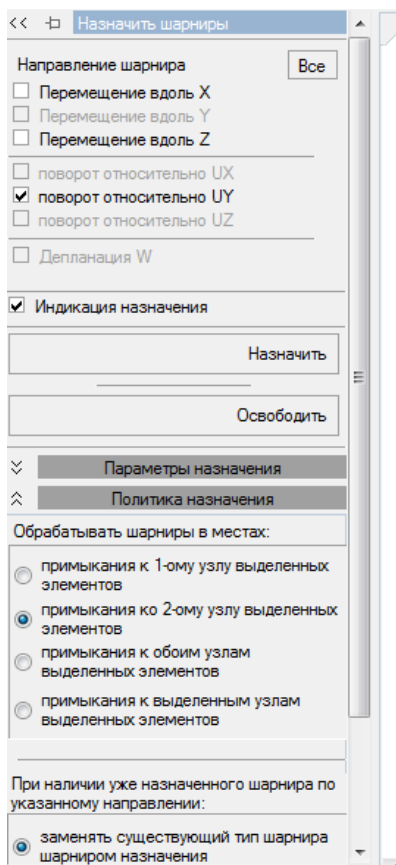

Рис. 75. Назначение врезных шарниров
5. Назначение шарнира. **Схема ► Назначить шарниры** (кнопка на панели инструментов) (рис. 75).